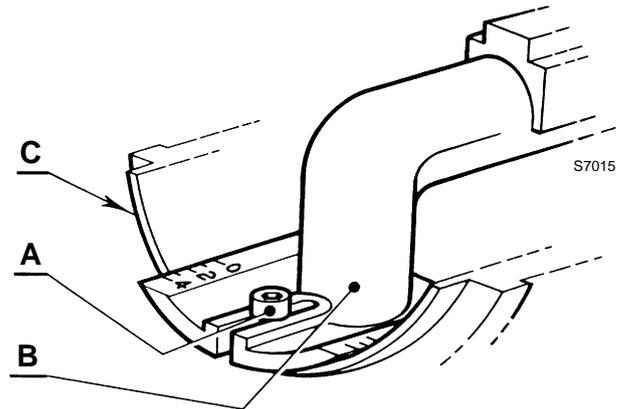

Abb. 12
- die Schraube A)(Abb. 12) lockern, den Krümmer B) verschieben bis das Ende der Muffe C) mit der gewünschten Einstellzahl übereinstimmt;